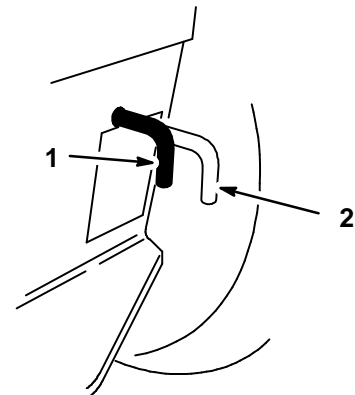

Figure 16
2. Mettre la commande de transmission en position débrayée pour débrayer la transmission et pouvoir pousser la machine en roue libre (Fig. 16).
1. Serrer le frein pour faire revenir la commande de transmission en position embrayée et rétablir la traction, ou placer manuellement la commande de transmission en position embrayée (Fig. 16).